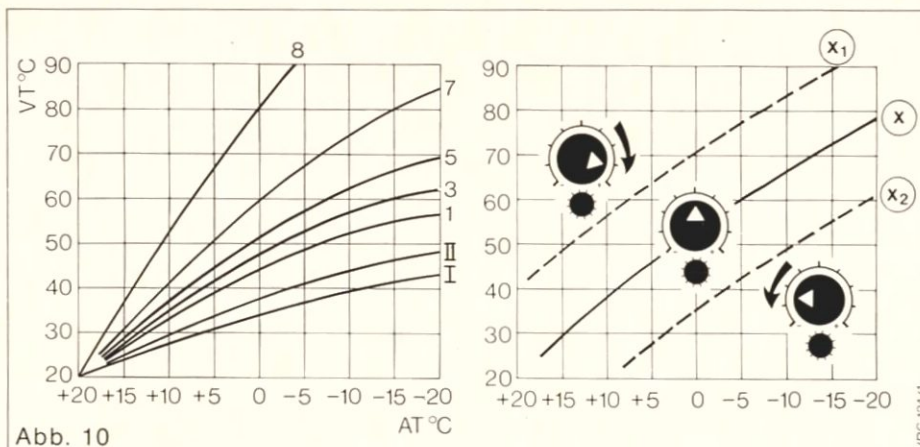

Abb. 10
Heizkurve gemäß Diagramm Abb. 10 am Drehknopf (3) einstellen. Auswahl der Heizkurve siehe Seite 10-12.